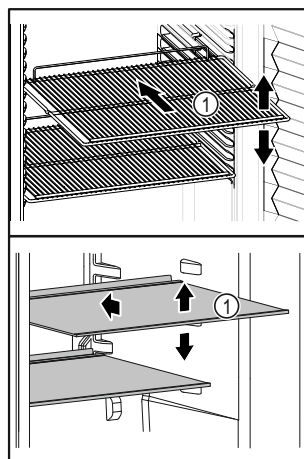

Fig. 8 Immagine a titolo di esempio
- ☐ Se i ripiani Fig. 8 (1) sono spostati, adattare i ripiani in base all'altezza.